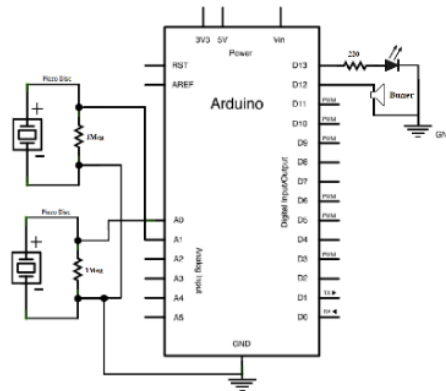

Figura 2.8. Conexión de los dos piezoeléctricos a la tarjeta Arduino
- a. **Reloj digital configurable con sensor piezoeléctrico:** Monte el circuito de la figura 2.8, adicionando un nuevo sensor piezoeléctrico conectado al pin A1 del Arduino (o de la tarjeta de adquisición de datos NI-USB-6009). Tenga en cuenta el diagrama de bloques de la figura 2.5 (o 2.7) y adicione un nuevo bloque **Analog Read** a su código para leer el nuevo sensor.